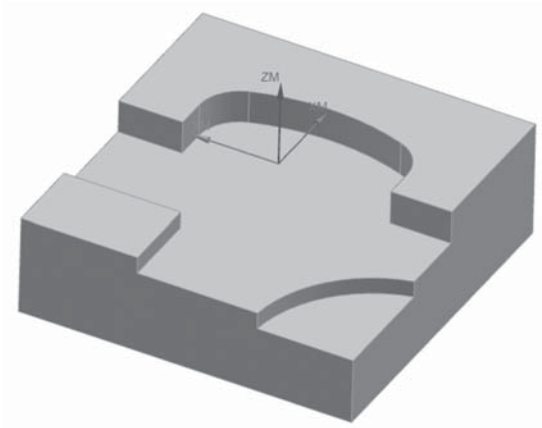

图 2-1-36 加工毛坯
(4) 单击（显示）图标，观察设置的部件和毛坯是否符合要求，如图 2-1-36 所示。